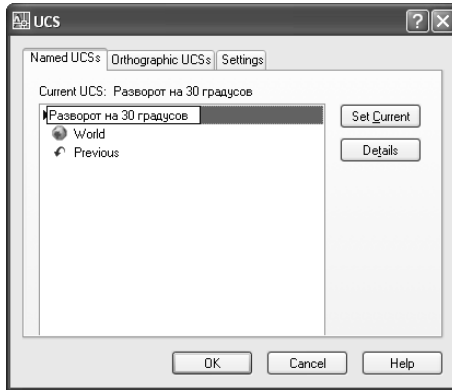

Рис. 3.17. Создание пользовательской ПСК
3. Введите новое имя ПСК (рис. 3.17).